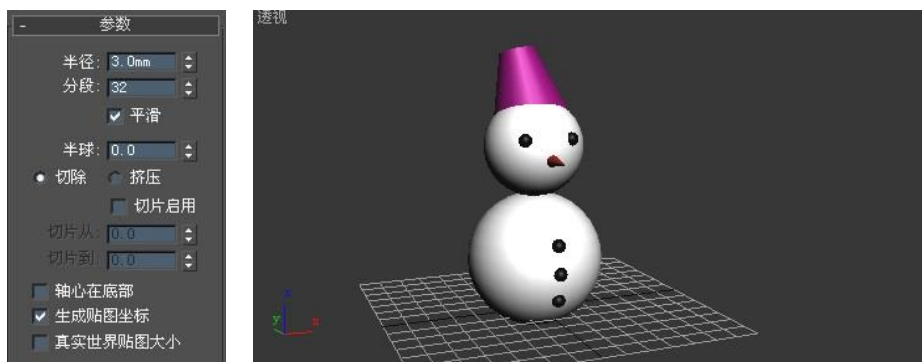

图 2-46 创建衣扣
(7) 单击“球体”按钮，在前视图中创建球体作为雪人的扣子，在参数面板中设置球体的参数，如图 2-46 所示，颜色选择黑色，移动到合适的位置，复制出两个相同的球体，调整位置，雪人模型制作完成。